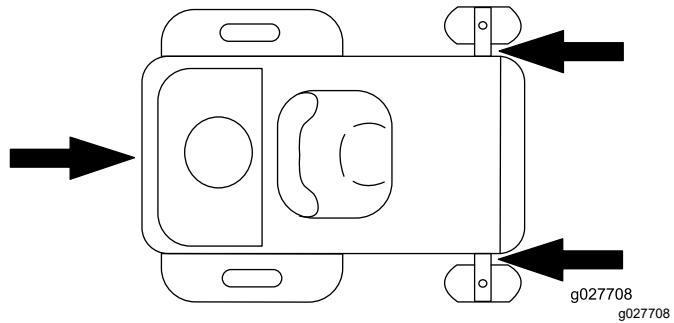

Figura 29
6. Amarre la máquina junto a las ruedas giratorias delanteras y el bastidor trasero con correas, cadenas, cables o cuerdas (Figura 29). Consulte la normativa local respecto a los requisitos de amarre.